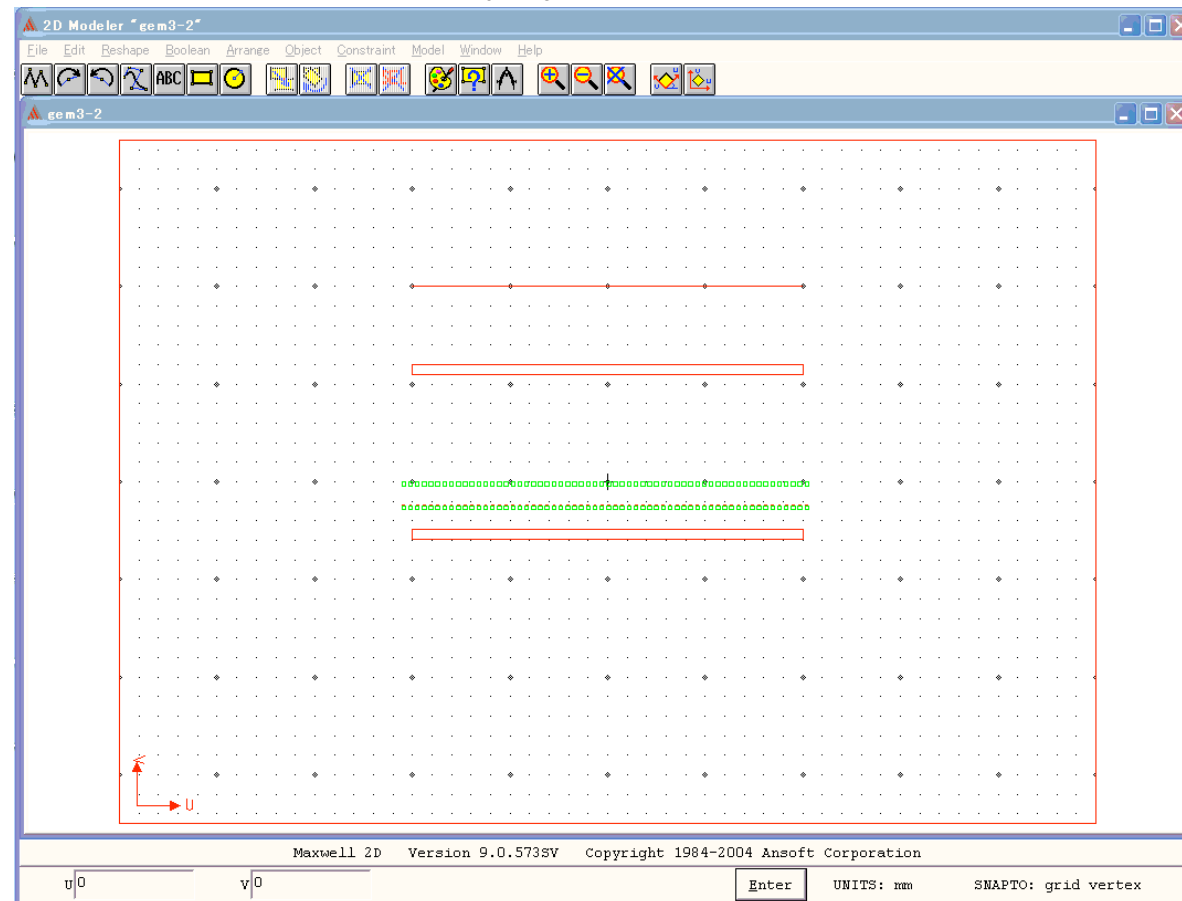

図4
1. Define Model → さらに、windowが開く(図4)